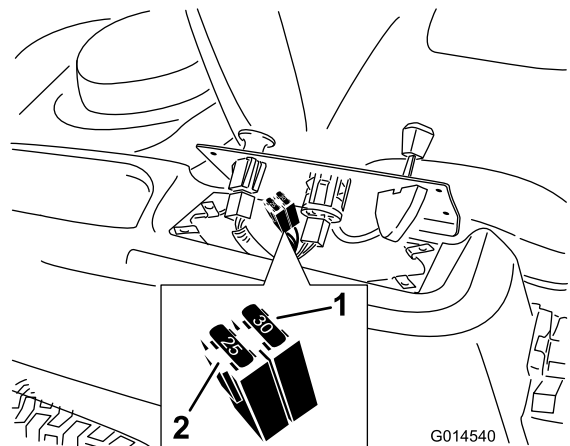

Figura 39
- Levante el panel de control para tener acceso al arnés de cables principal y al bloque de fusibles (Figura 39).
- Para cambiar un fusible, tire del fusible para retirarlo (Figura 39).